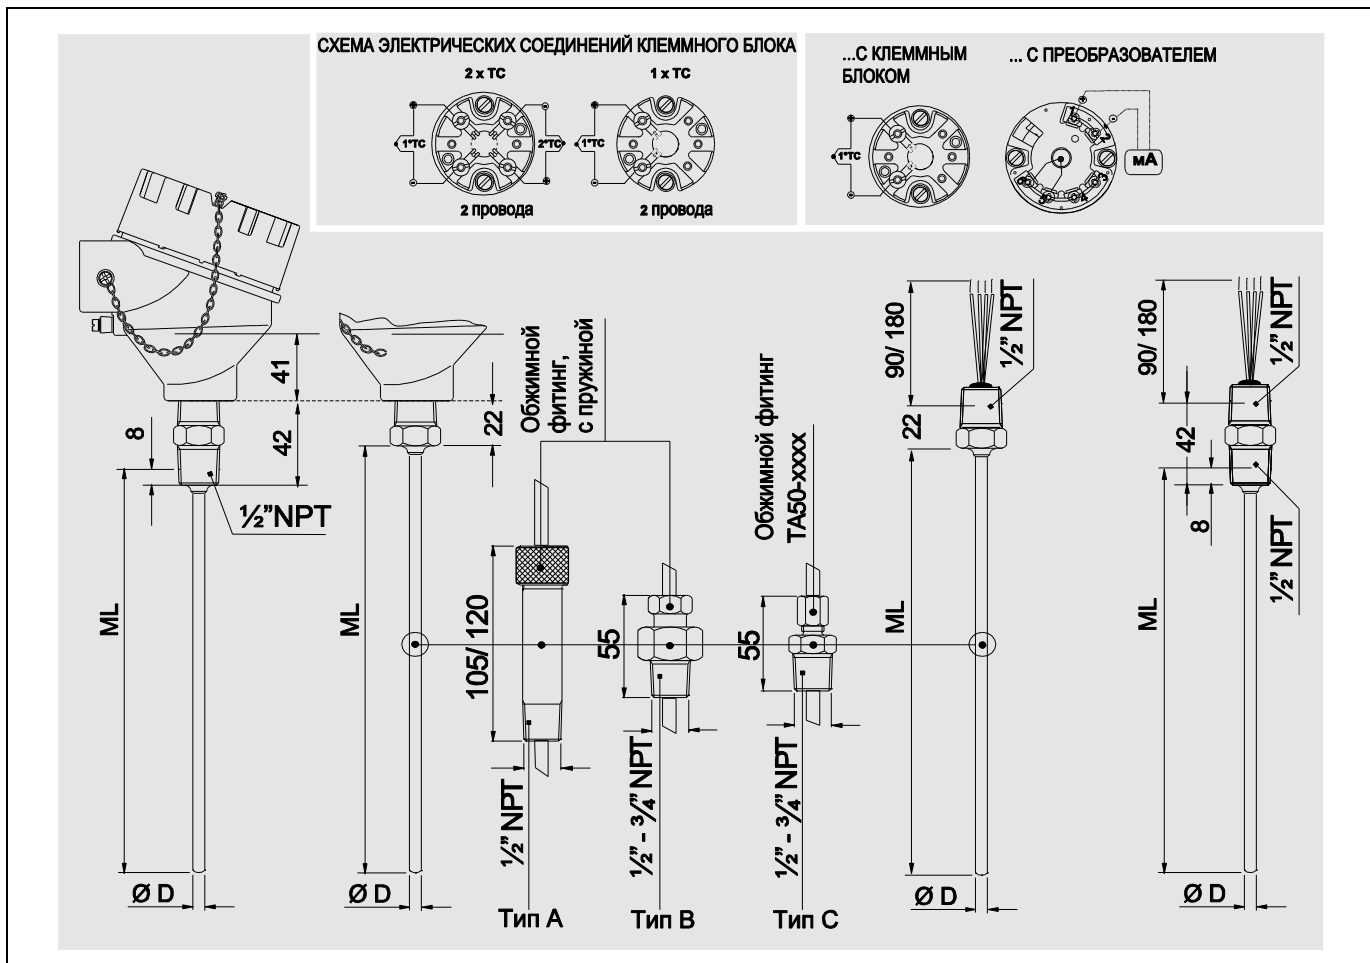

Рис. 5: Функциональные компоненты и стандартные схемы электрических соединений с керамическим клеммным блоком и преобразователем.
В устройстве TC65 измерительный зонд представляет собой несъемную вставку с минеральной изоляцией (MgO) с покрытием AISI316L. Для глубины погружения (ML) предусмотрены наиболее распространенные размеры и специальные пользовательские размеры. Клиент также может заказать особую длину в рамках определенного диапазона (см. раздел "Структура продаж" в конце настоящего документа). Длину датчика можно выбрать в пределах стандартного диапазона 50...5000 мм. Также возможен заказ и поставка датчиков длиной свыше 5000 мм после технического анализа области применения (макс. длина 30000 мм). Электрическое подключение: 2 провода для каждой термопары. (см. рис. 5)